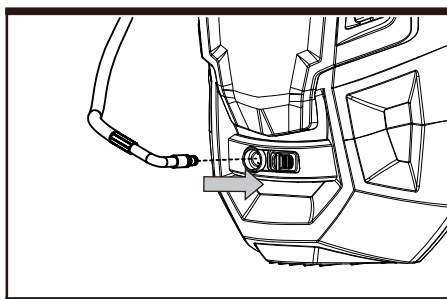

Рис. H3
4. Вставьте другой конец шланга высокого давления в распылительную трубку на штуцере. Шланг можно отсоединить, потянув соответствующую кнопку (см. рис. H3).